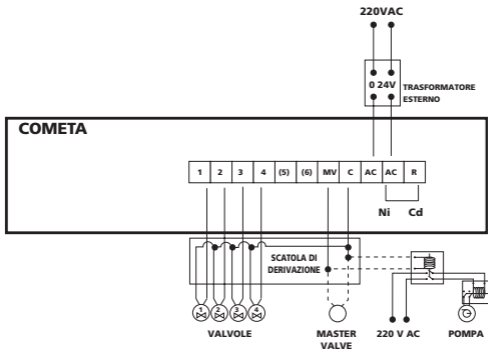

FIGURA 1
-Effettuare quindi le seguenti connessioni inserendo i relativi **terminali spellati** (almeno 15 mm): il terminale comune a ciascuna valvola e Master Valve, proveniente dalla scatola di derivazione, al morsetto "C" (vedi figura 1) il secondo terminale di ciascuna valvola ai morsetti automatici da 1 a 4 (6) (vedi figura 1) il secondo terminale della master valve o del relay di comando pompa al morsetto "MV" (vedi figura 1)